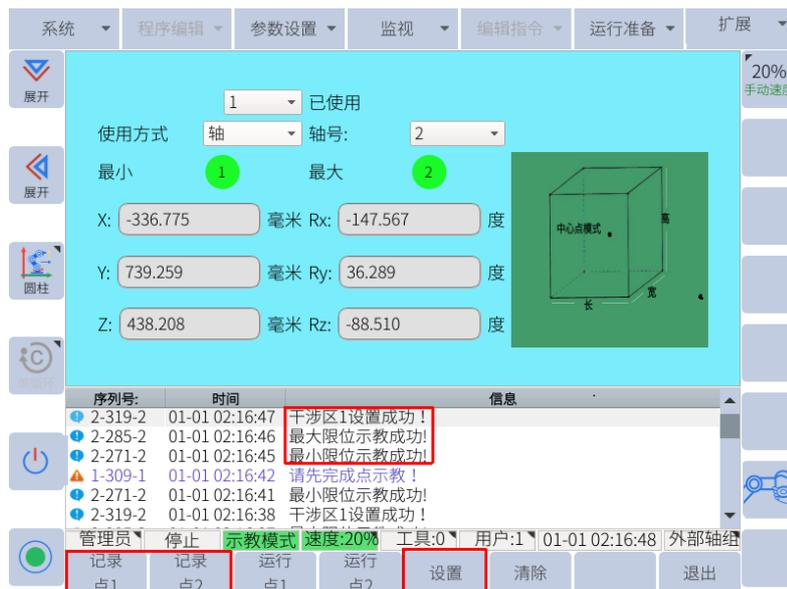

图 6-92：轴干涉区
5. 点击子菜单栏的“设置”，干涉区即设置成功，如图 6-92 所示。